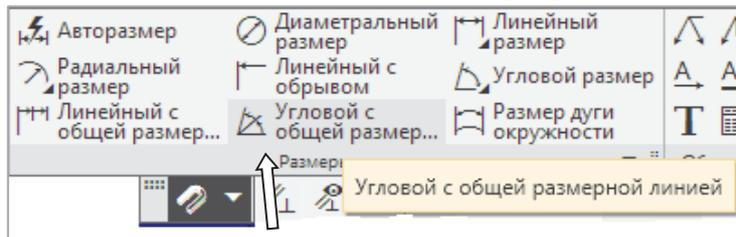

Рис. 3.15-1
1. Вызвать команду **Черчение** → **Размеры** → **Угловой с общей размерной линией**  (рис. 3.15-1).